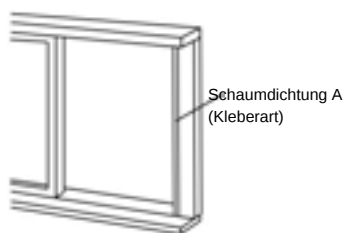

Abb. 12
1. Schneiden Sie die Schaumstoffdichtung (Kleberart) auf die richtige Länge und bringen Sie sie am Fensterrahmen an. Siehe Abb.12.